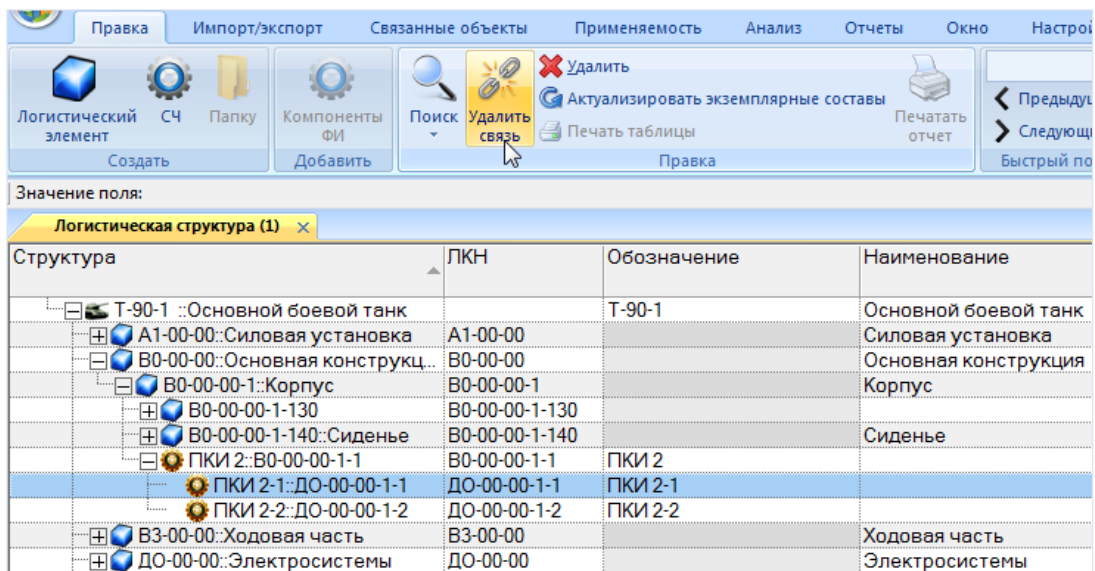

Рис. 10-39 – Удаление связи логистического элемента с родительским
- 2) Выбрать логистический элемент в дереве (рис. 10-39). Для выделения нескольких объектов используйте клавиши CTRL и SHIFT.